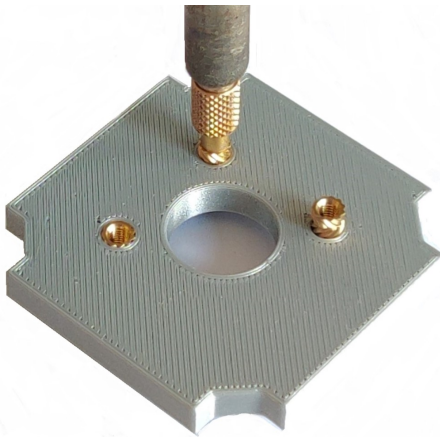

Abb. 5: Einschmelzen der Gewindeeinsätze
- (4) Montieren Sie ggf. die Spitze zum Einschmelzen der Gewindeeinsätze am Lötkolben und heizen Sie den Lötkolben auf 220°C.
- (5) Platzieren Sie die **GEWINDEEINSÄTZE, M3** in den vorgesehenen Öffnungen des **10A_Si_V*_INSERT 90°** (Abbildung 5).
- (6) Schmelzen Sie die Gewindeeinsätze mit dem Lötkolben vorsichtig in den 90°-Einsatz, sodass die Einsätze bündig mit der Oberfläche sind. Achten Sie darauf die Einsätze möglichst senkrecht einzuschmelzen (Abbildung 5).